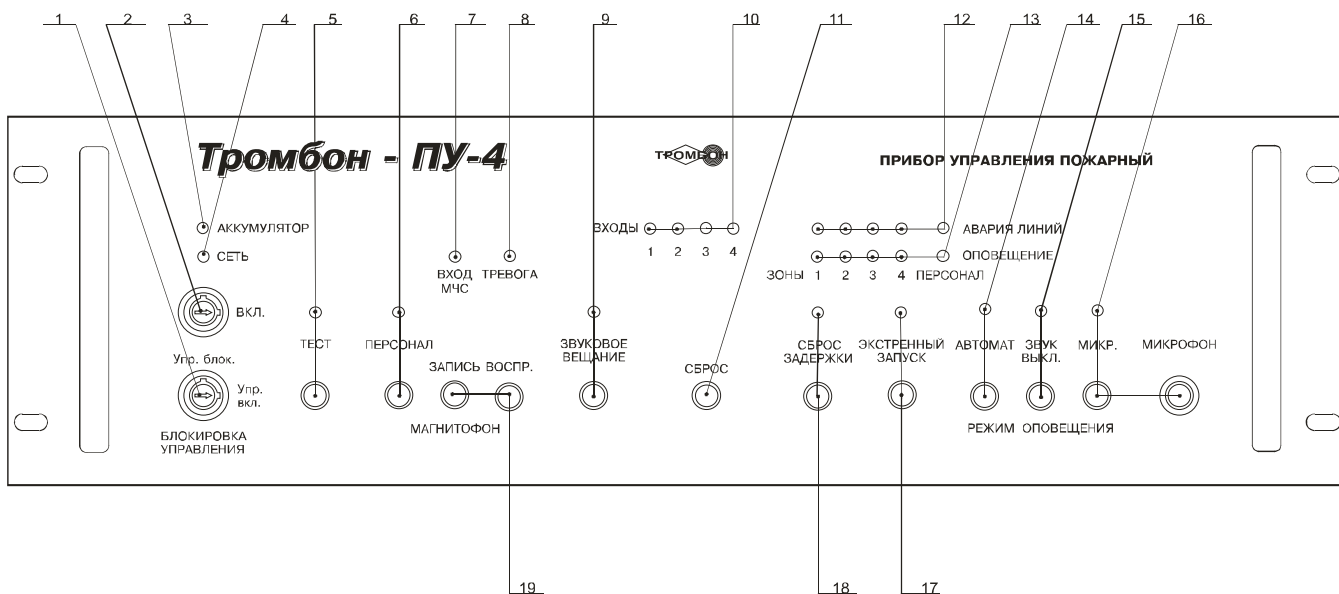

Рис. 1. Внешний вид Прибора Тромбон – ПУ-4 и расположение органов управления и индикации.
- сигнал с линейного входа Прибора подается на линейный выход (если не включены кнопки «Микрофон» или «Звук выключен» (поз. 16 рис. 1).